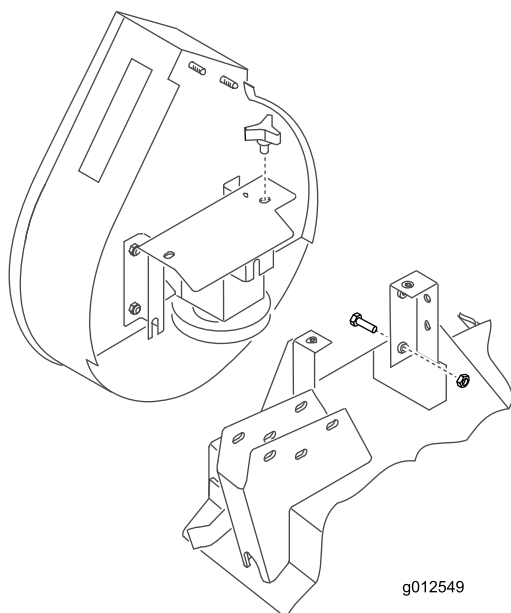

図 21
2. ブローアを取り付けブラケットの整列用スタッド 図 21 入れてベルトをブローアプーリに掛け回す。